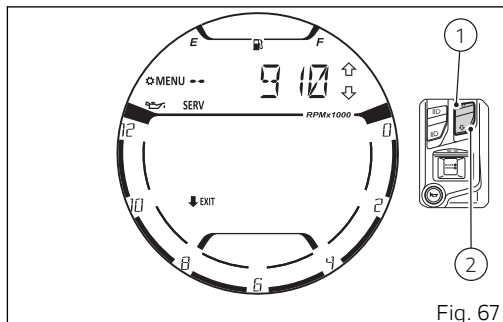
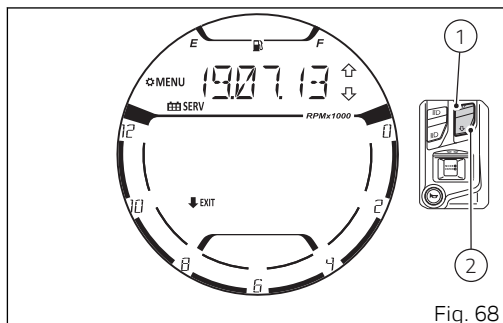

Fig. 67
Fig. 68
Al presionar el pulsador (1) o el pulsador (2) el salpicadero visualiza en secuencia la información "Oil Service" (Fig. 67), "Annual Service" (Fig. 68) y luego vuelve a visualizar la información del "Desmo Service" (Fig. 66).